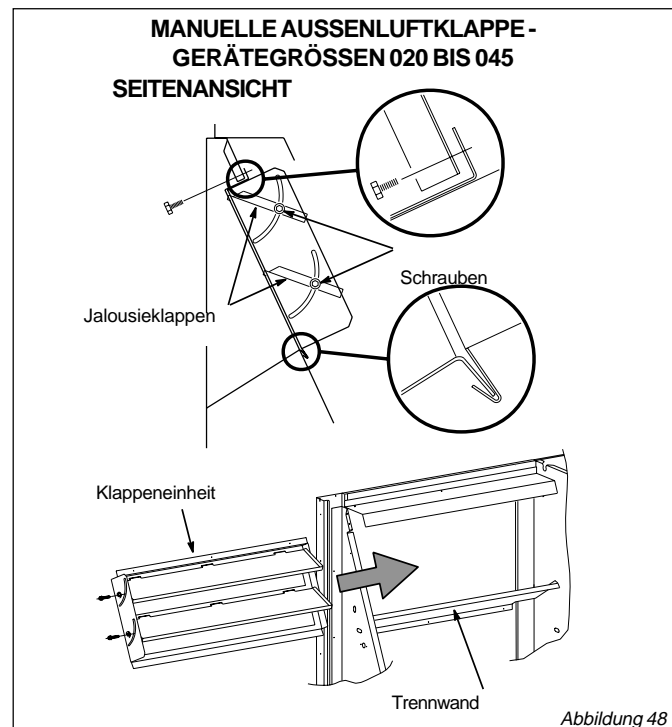

Abbildung 48
3. Richten Sie das Klappenteil wie in Abbildung 48 gezeigt aus und schieben Sie es in das Gerät.
5. Lösen Sie die Schrauben an der Klappeneinheit und bringen Sie die Klappen in die gewünschte Stellung. Ziehen Sie die Schrauben wieder an (siehe Abbildung 48).